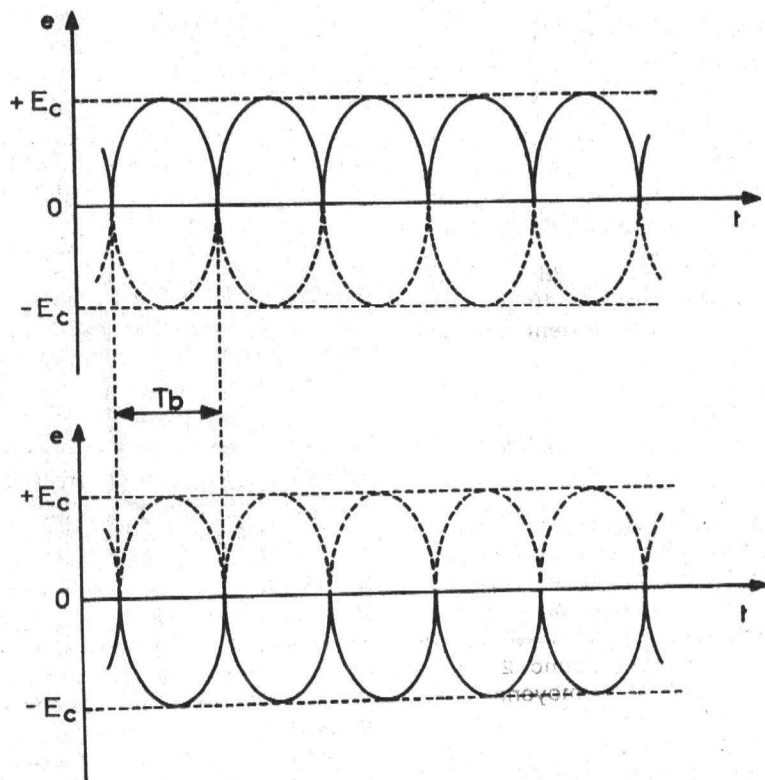
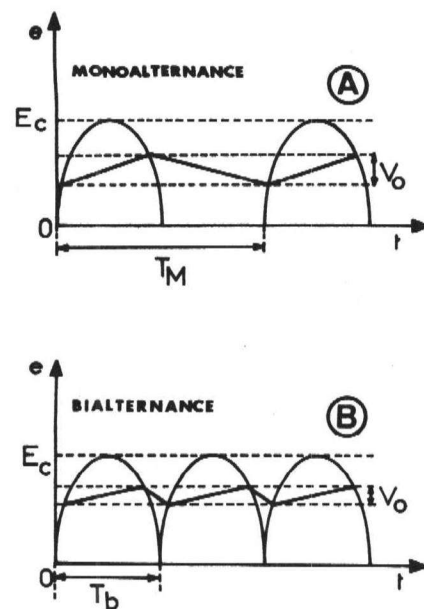

Figure 4
Figure 5
Lorsque le redressement est bi-alternance on obtient le redressement des deux alternances comme indiqué à la **figure 4**. On verra par la suite que les signaux redressés par ce procédé sont plus faciles à filtrer, les éléments du filtre étant plus simples et plus économiques ou plus efficaces.
Plus la capacité des condensateurs des filtres sera grande, plus la tension obtenue sera proche de la tension continue. Voici à la **figure 5** la forme de la tension de sortie dans un système redresseur avec condensateur. En (A), cas du redressement mono-alternance et en (B) cas du redressement bi-alternance. Sur les **figures 4 et 5**, on a indiqué les périodes T (mono) et T_D (bi). On a $T_m = 2 T_D$.